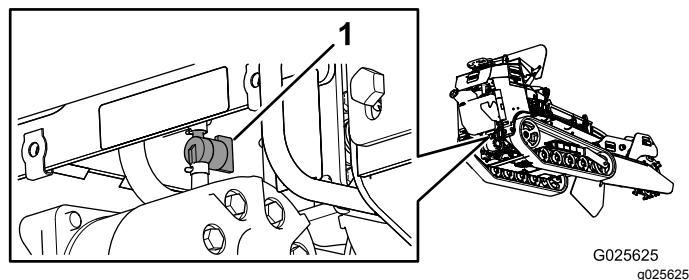

Figura 41
4. Ruotate la valvola di intercettazione del carburante in posizione chiusa (Figura 41).
5. Unite premendo le estremità della fascetta stringitubo sul lato del motore dove è posizionata la valvola e allontanatele dalla valvola facendole scorrere sul tubo del carburante (Figura 41).
6. Togliete i tubi del carburante dalla valvola (Figura 41).